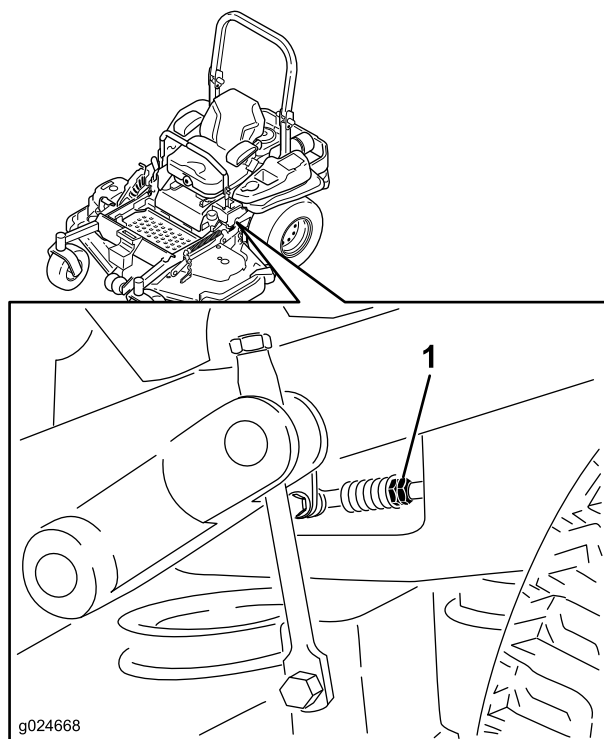

Figura 79
- Regolate la lunghezza dell'asta di controllo della pompa facendo girare nella direzione opportuna i due dadi sull'asta, finché le ruote si spostano leggermente indietro (Figura 79).